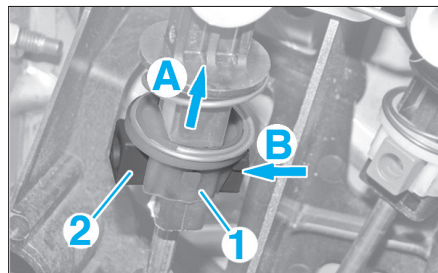

FIG. 13
- en amenant les verrouillages (1) dans la position indiquée suivant la flèche (A) (Fig.13),
- en poussant le verrou en (2) suivant la flèche (B).